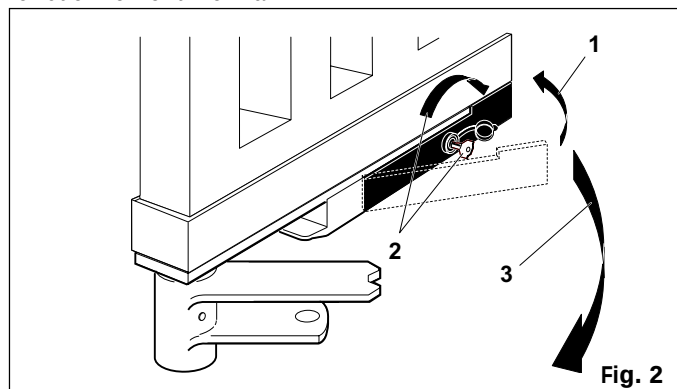

Fig. 2
- ramener la clé dans sa position de repos (fig. 2-rep. 1)
- insérer la clé de déverrouillage dans la serrure et la tourner jusqu'à l'arrêt dans la direction opposée au piliers (fig. 2-rep. 2)
- actionner manuellement le vantail jusqu'à l'engagement de la serrure sur la patte de blocage (fig. 2-rep. 3)